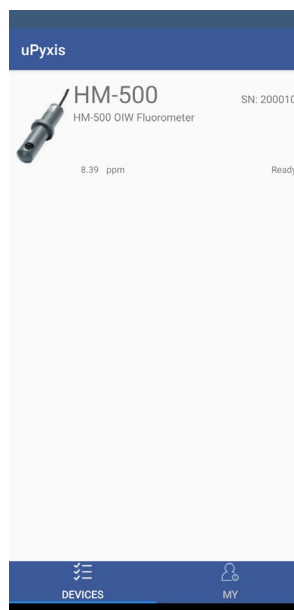

Figura 8.
3. Si la conexión se realiza correctamente, se mostrará la serie HM-500 y su número de serie (SN) (Figura 8).